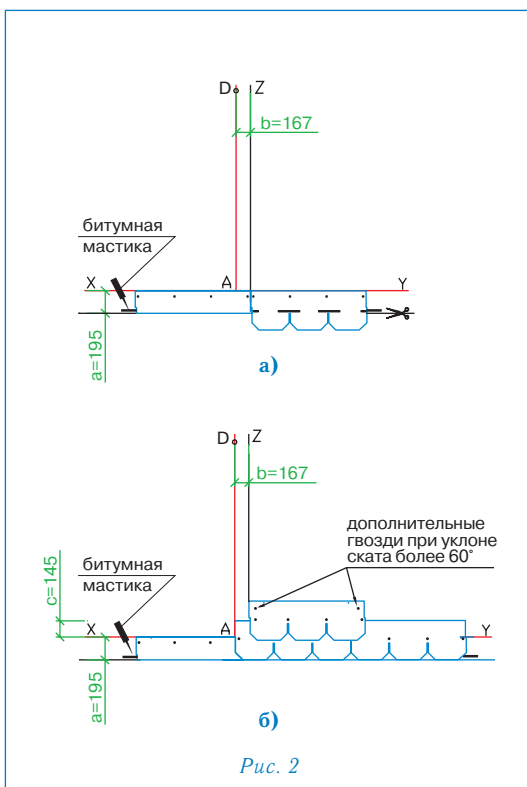

Рис. 2
#### Укладка материала (рис. 2)
- Начальный ряд формируется из листов черепицы ЛИБЕРТИ с обрезанными лепестками. Полученные таким образом полосы шириной 19,5 см укладываются по линии карниза в обе стороны от линии Z (рис. 2а) и фиксируются по нижнему краю битумной мастикой, а по верхней кромке 4 гвоздями (ось гвоздей на 5 см ниже верхнего края полосы);
- далее первый ряд черепицы укладывается от линии AD (рис. 2б);
- второй ряд укладывается от линии Z (со смещением 16,7 см от AD) (рис. 2б);